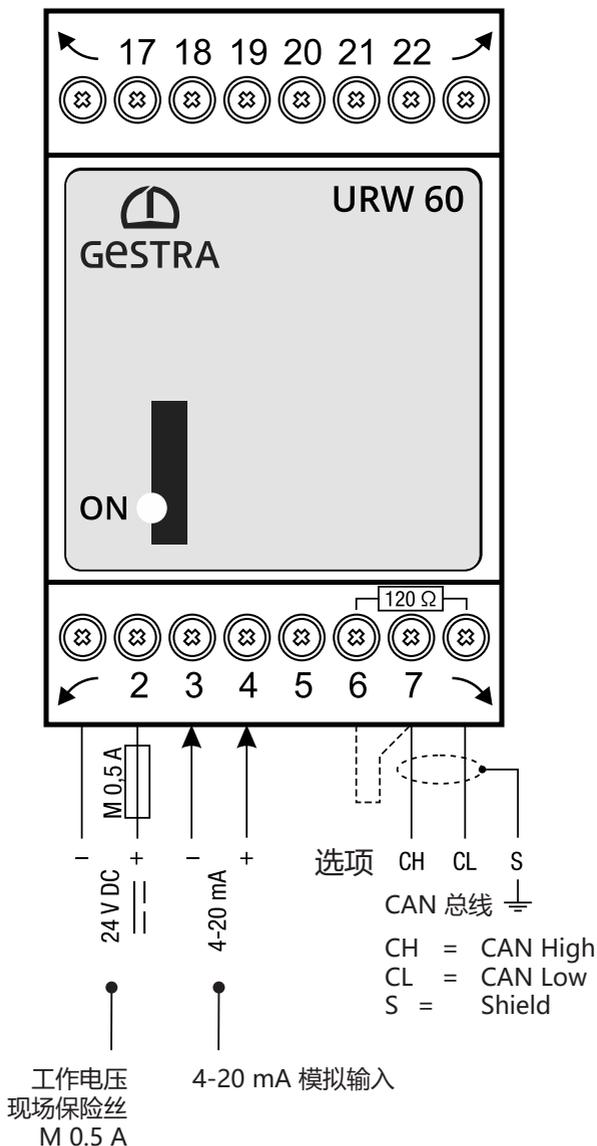

图 6
- 按照本说明书中的接线图 **图 6** 连接通用转换器和所有相关组件。